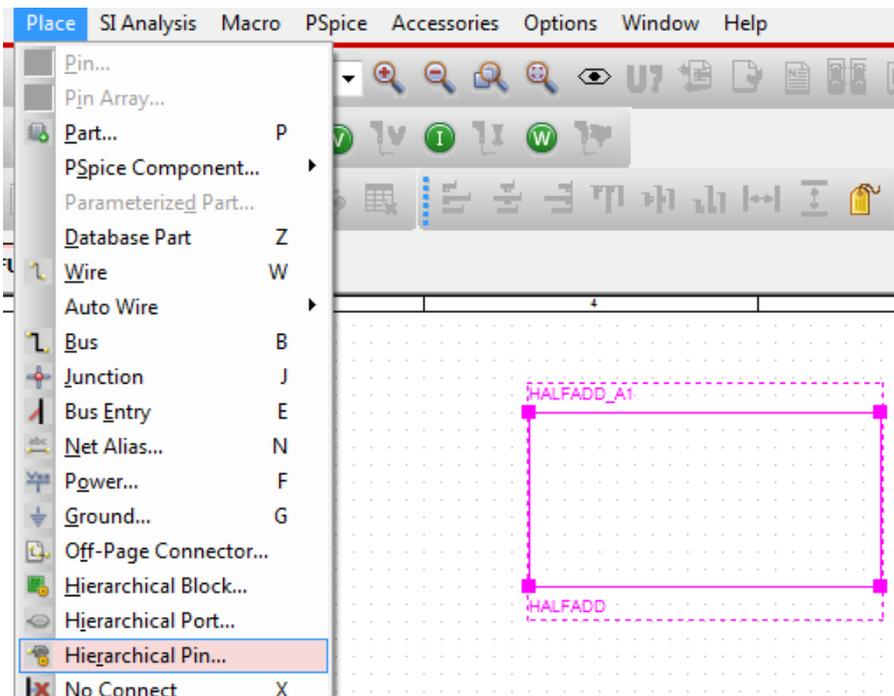

Рис. 8.22. Изображение иерархического блока
2.3. Нарисуйте иерархический блок с нужными размерами (рис. 8.22).